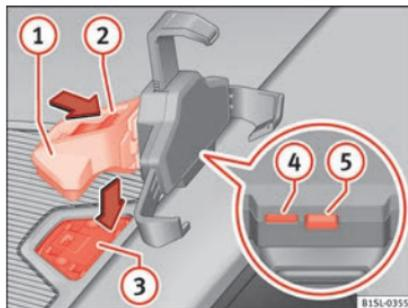

Fig. 135 Na consola central: fecho do vão para o alojamento do sistema de infotainment.
- Pressione a tecla de desbloqueio »» **Fig. 135** (5) até que o braço superior do suporte universal se solte.
- Se for o caso, monte o alojamento para o smartphone »» **Fig. 135** (4).
- Coloque o smartphone nas fixações inferiores. Para ajustar as fixações inferiores, pressione o botão »» **Fig. 135** (4).
- Segure o braço de apoio »» **Fig. 135** (1) e pressione o botão de desbloqueio »» **Fig. 135** (4) no sentido da seta.
- Coloque o braço de apoio »» **Fig. 135** (1) na placa de suporte »» **Fig. 135** (3) a partir de cima e pressione-o para baixo até ouvir o encaixe »» **Fig. 135** (4).